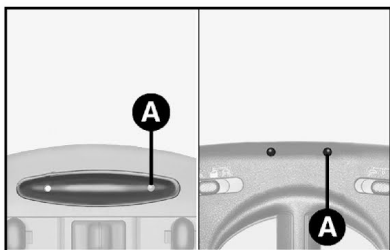

fig. 5
- colocar a chave de ignição em **MAR** e, usando um objeto pontiagudo (por ex. uma caneta), pressionar o furo **A-fig. 5** da luz interna dianteira duas vezes em um intervalo de tempo inferior a 2 segundos. Para que o sistema volte a funcionar normalmente, realizar novamente o mesmo procedimento.
Uma vez que o alarme eletrônico absorve energia, se não for prevista a utilização do veículo por mais de um mês, para não descarregar a bateria, recomenda-se desligá-lo com o controle remoto e desativar o sistema apertando o furo **A-fig. 5** por duas vezes em um intervalo de tempo inferior a 2 segundos.